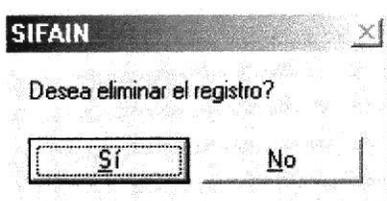

Figura 7.10 Mensaje de Información Eliminar
3. Presione el botón  y aparecerá el mensaje de la figura 7.10